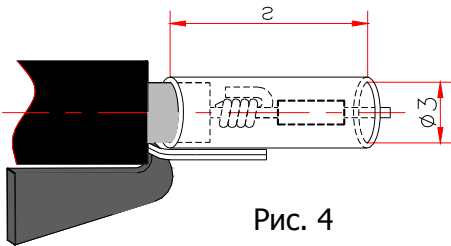

Рис. 4
1.9 Надеть термоусадочную трубку $\varnothing 3$ мм на место соединения резистора и центрального проводника так, чтобы трубка заходила на свободную часть изоляции центральной жилы и закрывала корпус резистора (Рис.4). Усадить трубку по всей длине, нагревая её феном или зажигалкой.